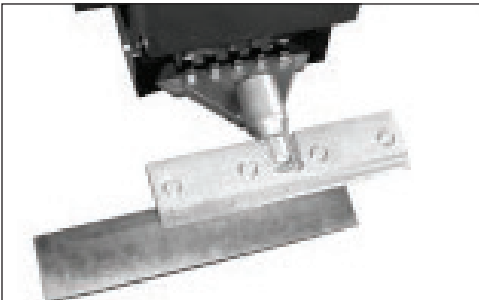

ABB. 4.2
- Die Klingen können im Schneidkopf so versetzt werden, dass der Zugang zum Maschinensockel (Abb. 4.2) erleichtert wird, oder dass eine Abtragung entlang der Wand möglich ist.